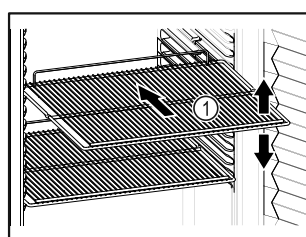

Fig. 30 Immagine a titolo di esempio
- Se è possibile spostare i ripiani Fig. 30 (1), regolarli in altezza.